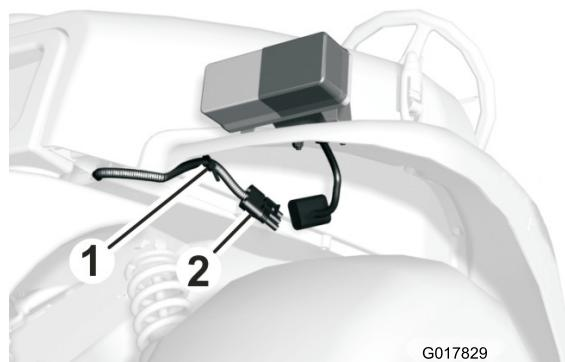

Figure 7
- Faites passer le connecteur sous l'aile avant et fixez-le sur le dessous de l'aile avec l'ancrage en plastique situé sur le faisceau de câblage (Figure 7).